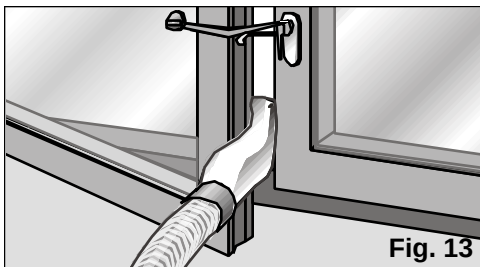

Fig. 13
- ☐ Cierre la ventana lo máximo posible y sujétela con la ventosa suministrada, **Fig. 13.**
- ☐ Dirigir el tubo expulsor del aire caliente al exterior. Para evitar ruido excesivo y pérdida de eficiencia, es necesario posicionar el tubo expulsor de aire según se describe en la **Fig. 13**. Ver apartado "Posibilidades de evacuar el aire al exterior".